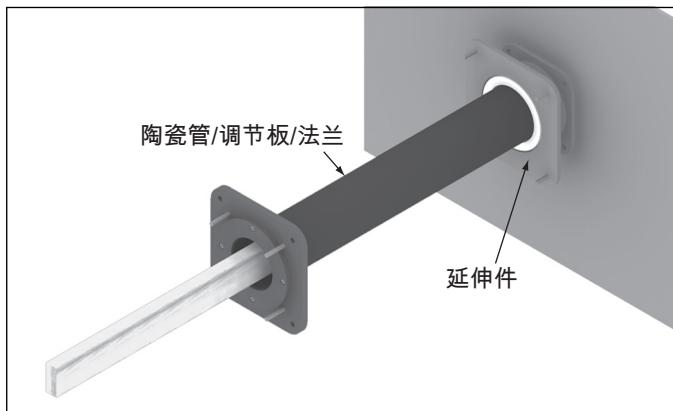

图 3.12
1. 用一种粘性剂(如3M超强77)把垫片④粘到法兰上⑦，把垫片②粘到调节板上①。
2. 滑动法兰⑦直到陶瓷法兰③。
3. 安装调节板①和垫片⑥到法兰上⑦。确保陶瓷法兰位于中间。使用 M8 螺丝和垫片(编号③和⑨)把两个部件固定在一起。螺钉应该按以下方式固定：
6. 把外管 / 调节板 / 法兰通过延伸⑩部分推入炉子。为了防止损坏陶瓷管，必须很小心操作。如果在有条件的情况下，用一个起重设备或是用绳索吊起。在很多情况下，一个悬臂将必须用来操持套管的水平，在放入炉子的时候。在这种情况下，Eclipse 推荐用一根长的木条。见图 3.12。